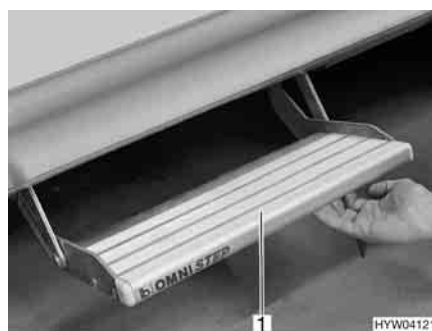

Fig. 22 Scalino di ingresso (integrato)
- Afferrare dal basso lo scalino di ingresso (Fig. 22,1) ed estrarlo finché non si innesta.
- Afferrare dal basso lo scalino di ingresso (Fig. 22,1) e sollevarlo leggermente.